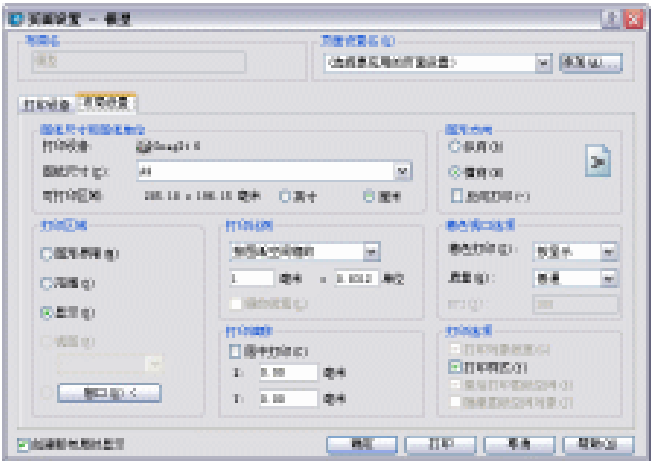

图 1-2-10
(4) 单击“布局设置”选项卡对打印布局进行设置，系统打开如图 1-2-10 所示对话框。